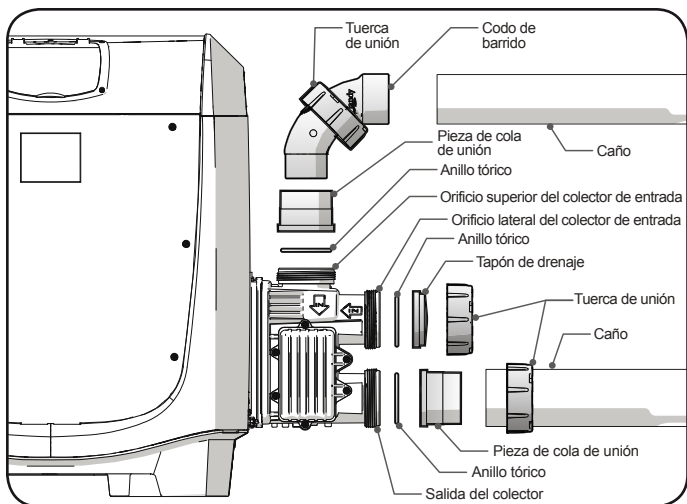

Figura 9. Cañería de entrada
- Deslice la tuerca de unión sobre el caño o codo de barrido. Asegúrese de la correcta orientación de la tuerca con la rosca hacia el colector del calentador. Ver *Figura 9*.